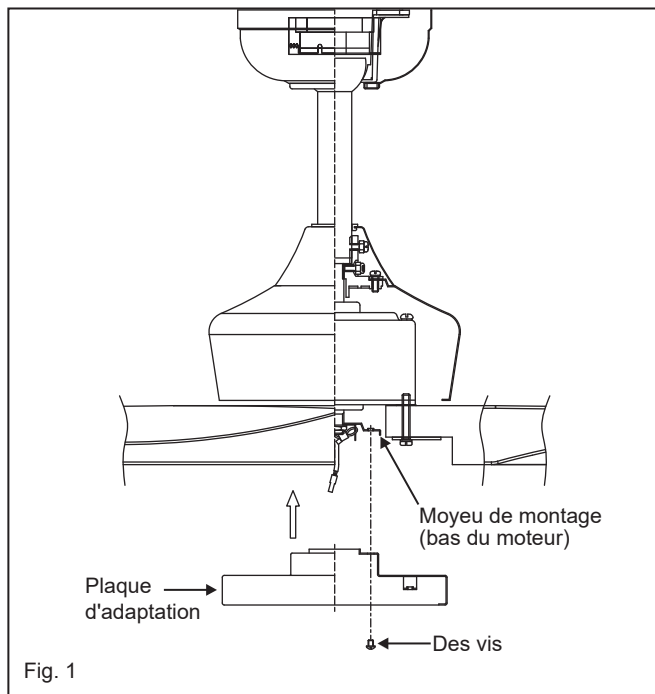

Fig. 1
- 1 Retirez l'une des trois vis du moyeu de montage situé sur le moteur du ventilateur. Desserrez les 2 autres vis. (Ne pas retirer) (Fig. 1)
- 1 Retirez les six vis Allen situées dans l'assemblage de la plaque métallique à l'aide de la clé Allen fournie. Sortez le métal couvercle de la plaque d'adaptation. (Fig. 1)